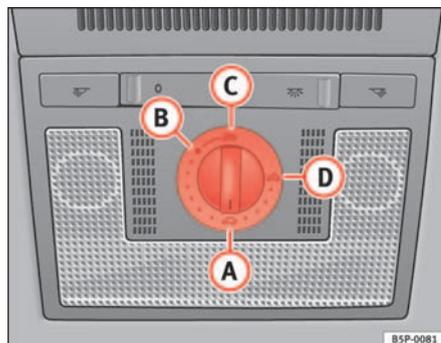

Fig. 72 Détail du revêtement intérieur du toit : commande rotative du toit ouvrant coulissant/relevable
- Tournez la commande rotative en position **A** ⇒ page 111, fig. 72 ⇒ ⚠.